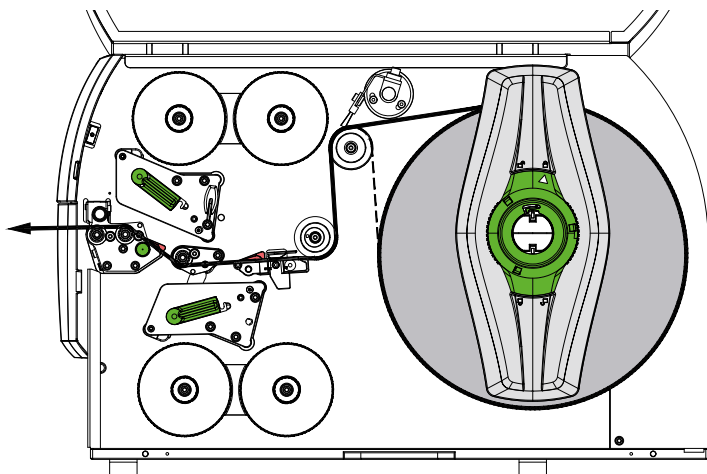
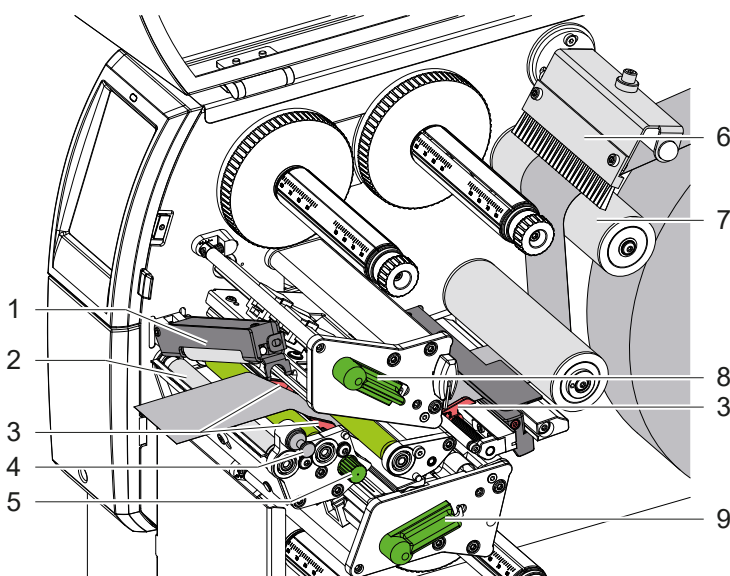

Figura 12 Curso de material
Figura 13 Inserir material no mecanismo de impressão
1. Desenrolar tiras de material do rolo e guiá-las para o mecanismo de impressão, conforme Figura 12.
2. Puxar a cavilha de retenção (4). O sistema de pressão (1) oscila para cima.
3. Rodar a alavanca (8) no sentido contrário ao dos ponteiros do relógio e a alavanca (9) no sentido dos ponteiros do relógio para elevar ambas as cabeças de impressão.
4. Rodar a escova (6) para fora do rolo inversor (7).
5. Afastar as guias (3) rodando o botão (5) até que o material se ajuste entre elas.
6. Conforme Figura 13, alimentar o material em ambas as unidades de impressão até ao rolo trator (2) e colocá-lo entre as guias (3).
7. Aproximar as guias dos cantos das etiquetas rodando o botão (5).
9. Puxar a cavilha de retenção (4). Pressionar o sistema de pressão (1) para baixo e bloqueá-lo com a cavilha de retenção.
12. Rodar a escova (6) para dentro do rolo inversor (7).